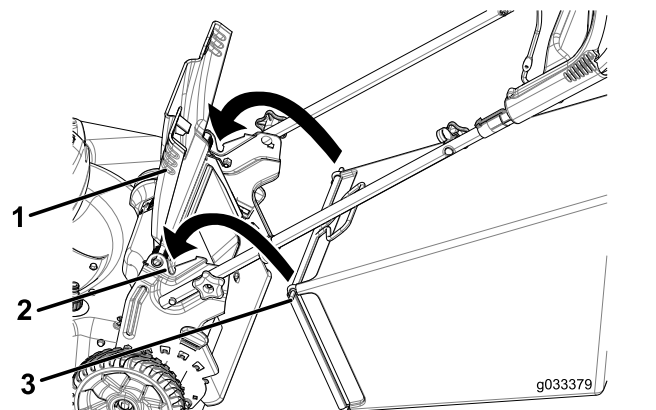

Figura 25
1. Levante y sujete la puerta trasera (Figura 25).
2. Instale la bolsa de recortes, asegurándose de que los pasadores de la bolsa descansan en las muescas de los soportes del manillar (Figura 25).